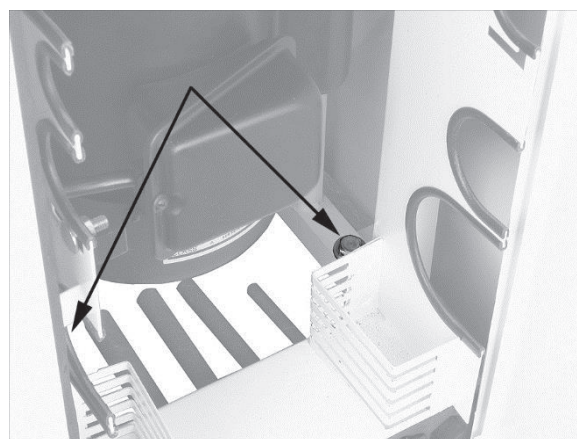

Figure 2
2. Utilisez une visseuse à cliquet avec une douille d'extension pour dévisser les deux boulons sécurisant la machine sur la palette (Figure 2).